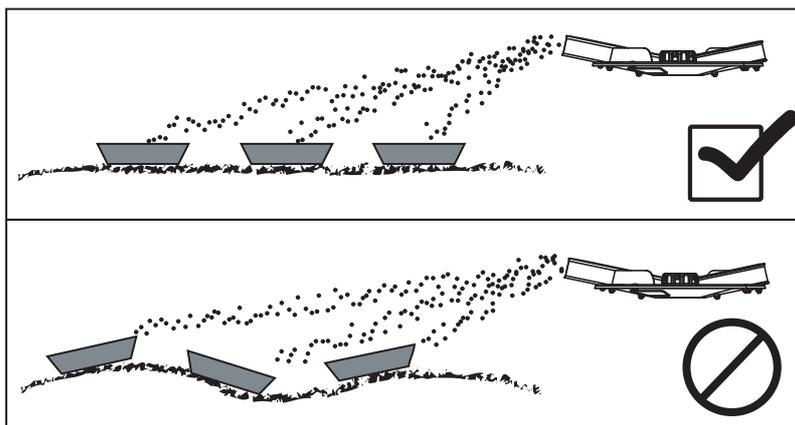

図 7.17: キャッチトレイの配置
- トレーを水平にセットします。トレイが傾斜していると、計測エラーを起こすことがあります (図 7.17)。